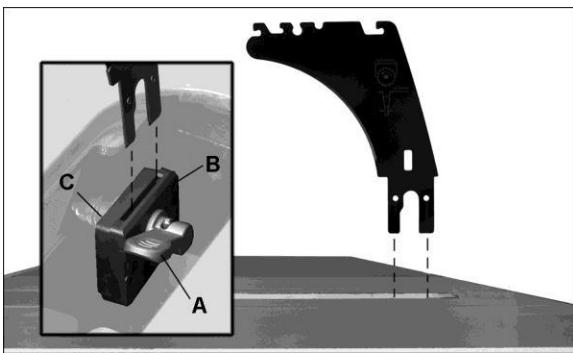

Рис. 6-9
См. Рис. 6-9.
- Потяните рычаг (A, рис. 6-9) через отверстие стола пилы. Плавающий зажимной блок (B) отодвинется от зафиксированного блока (C), оставляя зазор.
Крепежный блок (Рис. 6-9) отрегулирован на заводе-изготовителе и дальнейшая настройка защитного кожуха пильного диска и расклинивающего ножа не требуется. Тем не менее, надлежащее выравнивание очень важно. Перед работой на циркулярной пиле прочтайте раздел 6.3 «Настройка расклинивающего ножа», чтобы проверить это и при необходимости выполнить процедуру настройки.